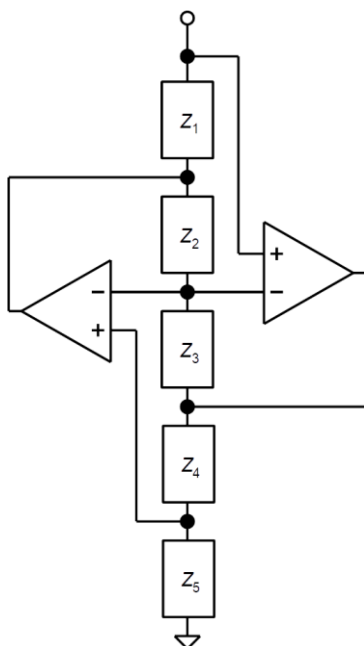
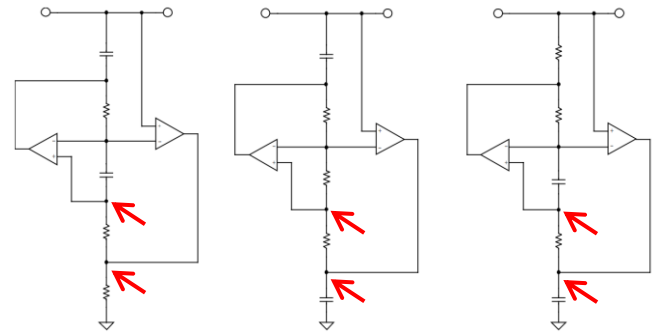
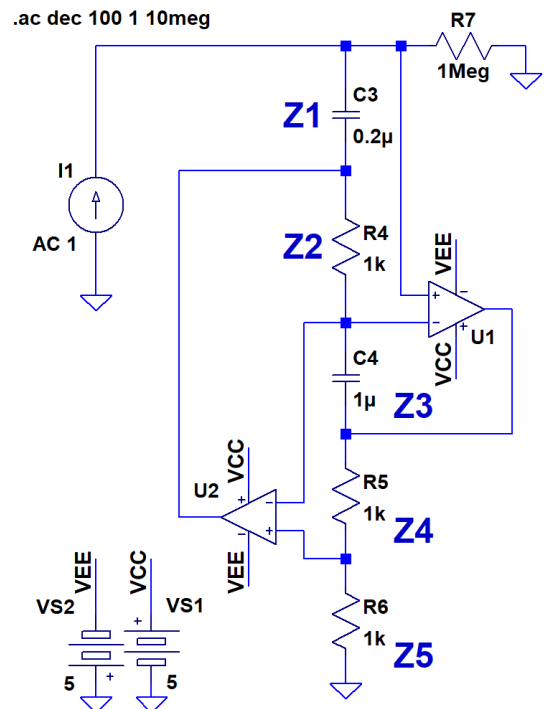
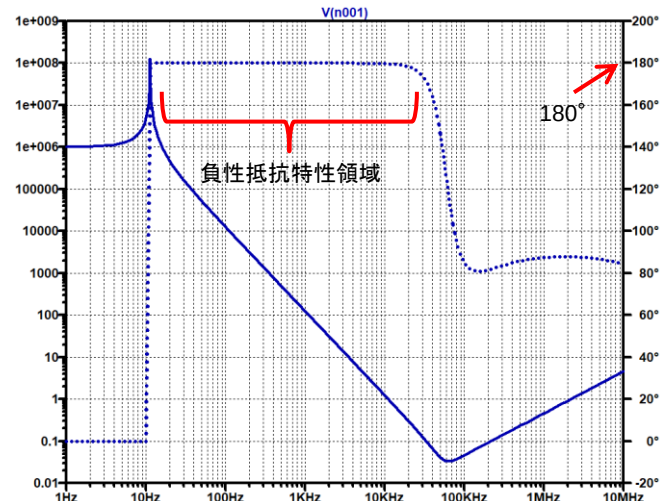

図 8. GIC (Generalized Impedance Converter) 回路の基本構成
図 9. 図 8 の GIC 回路で FDNR を構成する [7] [下の 2 素子と OP アンプとの接続点 (赤矢示) に間違いがある]
図 10. 図 8 の GIC 回路で FDNR を構成した LTspice 回路 (OP アンプは図 5 同様に UniversalOpamp2 を使い、開ループ利得 $A_{vol} = 10M$ 、利得帯域幅 $GBW = 100MHz$ に設定)
図 11. 図 10 の FDNR の周波数特性
FDNR は図 8 の GIC (Generalized Impedance Converter) 回路というもので構成します。GIC 回路は任意のインピーダンスを構成できる回路です。GIC 回路は図 8 のグラウンドに向けて接続される複数の直列素子経路と、そこにつながる 2 つの OP アンプから形成されます。そして端子 Z_{in} から見たインピーダンスを
なお以降に示す図 10 の GIC 回路には、抵抗 R_7 が並列に接続されています。これは OP アンプのバイアス抵抗に相当するもので、式 (11) ではこの素子は除外しています、というより元々は無いものです。GIC 回路/FDNR としての本質的なものではありません。
式 (11) から、図 8 の GIC 回路を FDNR に構成できるトポロジは、
- ① Z_1, Z_3 を容量にし、それ以外は抵抗とする
- ② Z_1, Z_5 を容量にし、それ以外は抵抗とする
- ③ Z_3, Z_5 を容量にし、それ以外は抵抗とする
- ④ Z_2, Z_4 をインダクタにし、それ以外は抵抗とする
の 4 種類の方法があることに気がつきます。でも④は実用的ではありません。[7] の Figure 8.47 に回路図として、①～③の 3 トポロジの説明がありますが、残念ながら下の 2 素子と OP アンプとの接続点に間違いがあるようです (それでも一応図 9 に示しておきます)。
つづいて式(11)に相当する FDNR の構成にした図 10 の GIC 回路 (図 9 においては一番左のトポロジ) で、周波数依存性負性抵抗特性をシミュレーションしてみます。
シミュレーション結果を図 11 に示します。20Hz から 20kHz に亘って位相が 180° になっています。位相が 180° とは、この周波数帯でこの回路が「負性抵抗特性」を示すことに相当します。式(11)を図 10 の部品番号に置き換えておくと、
FDNR はその振幅 (負性抵抗値) 特性が式(12)のように周波数 f の自乗に反比例するのですが、図 11 でもオクターブ (2 倍) 周波数で 12dB の傾斜になっており、たしかに目的の周波数依存性負性抵抗特性が実現できていることも分かります。
図 5 においては、 C_1 、 C_2 に並列に抵抗が接続されています。これは図 10 の GIC 回路のところでも説明しましたが、FDNR 型フィルタを構成するために本質的に必要なものではなく、フィルタ内の OP アンプにバイアス電流を供給する (直流経路を形成する) 都合があるためです。入出力のコンデンサ C_1 、 C_2 (もともとは図 3 の R_S 、 R_L に相当するもの) に並列に抵抗 R_1 、 R_2 を接続し、バイアス経路を確保します。こうしないと OP アンプが正しく動作できません。